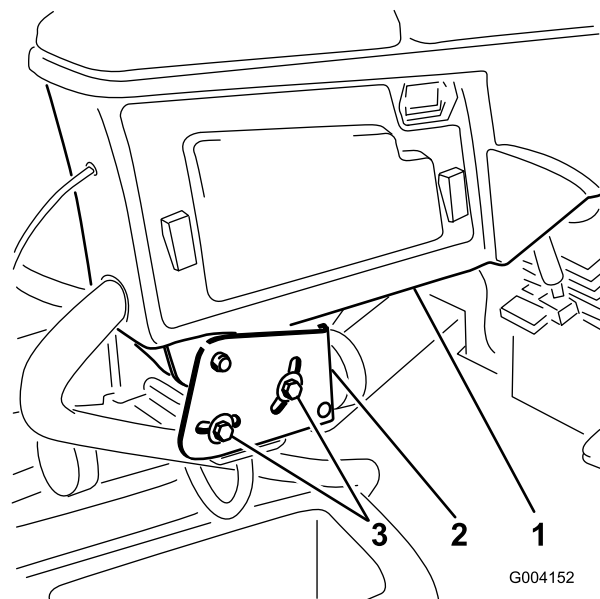

Figura 3
1. Allentate i due bulloni che fissano il braccio di comando alla staffa di bloccaggio (Figura 3).